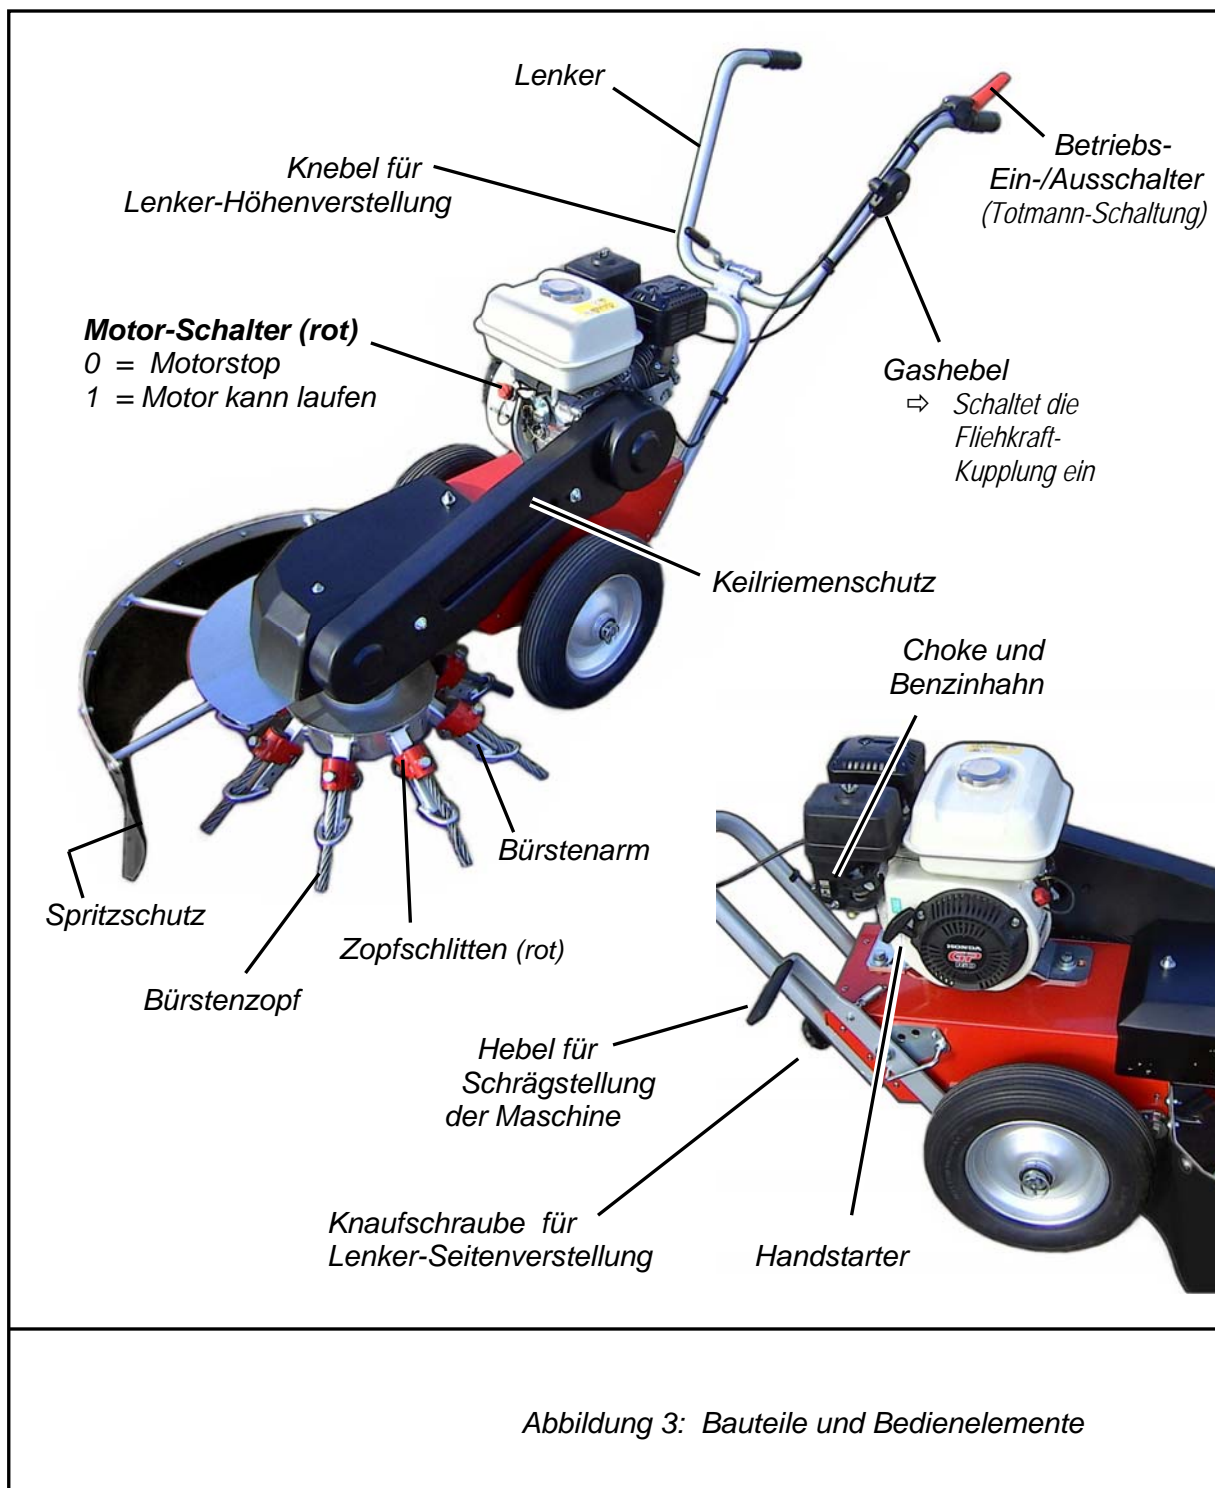

Abbildung 3: Bauteile und Bedienelemente
1.7.1 Sicherheitsschalter (siehe Abb. 3)
1.7.2 Spritzschutz (siehe Abb. 3)
1.7.3 Keilriemenschutz (siehe Abb. 3)
Beachten Sie für die Einstellung des Lenkers Abb. 3